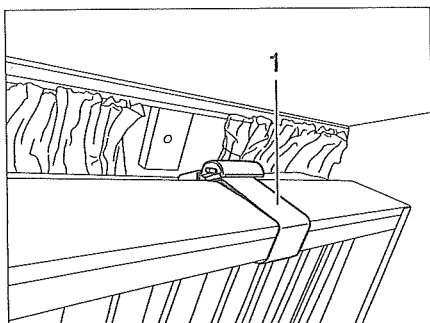

Bild 62 Våningssäng, fällbar
- ▶ Säkra våningssängen med säkerhetsremmen (Bild 62,1) när våningssängen är uppfälld. Risk för skador!
Våningssängarna kan fällas upp och säkras med säkerhetsremmen (Bild 62,1).